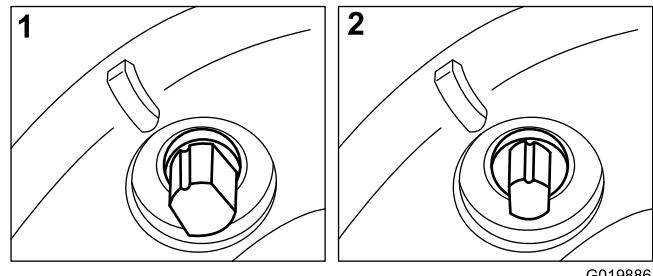
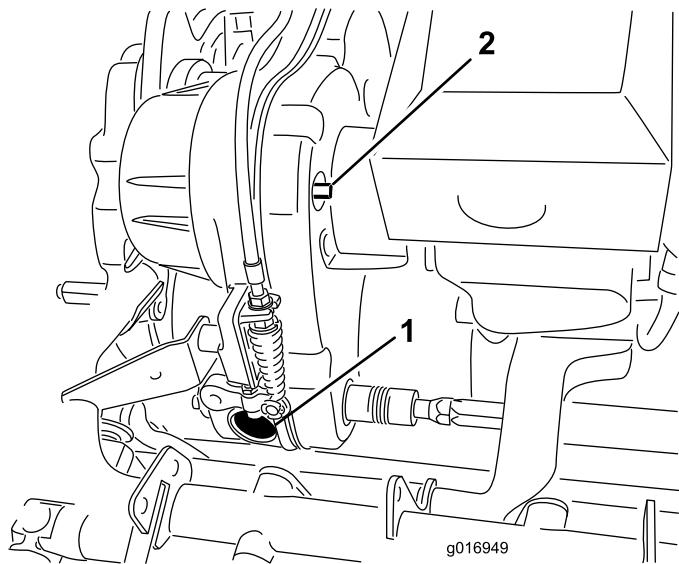

Figure 44
Figure 43
Retirez l'obturateur en caoutchouc (Figure 43) qui occupe le trou à l'avant de la transmission si l'accès à l'embrayage est requis.
La courroie de transmission est tendue par une poulie rappelée par ressort. Pour engager/désengager la tension de la courroie, utilisez une clé de 3/8 pouce pour tourner l'arbre d'engagement/désengagement (Figure 43) à la position voulue. Tournez l'arbre de 1/4 de tour dans le sens horaire pour désengager la poulie de tension de la courroie (Figure 44).
- Remarque:** Retirez l'obturateur en caoutchouc (Figure 43) qui occupe le trou à l'avant de la transmission pour observer l'embrayage.